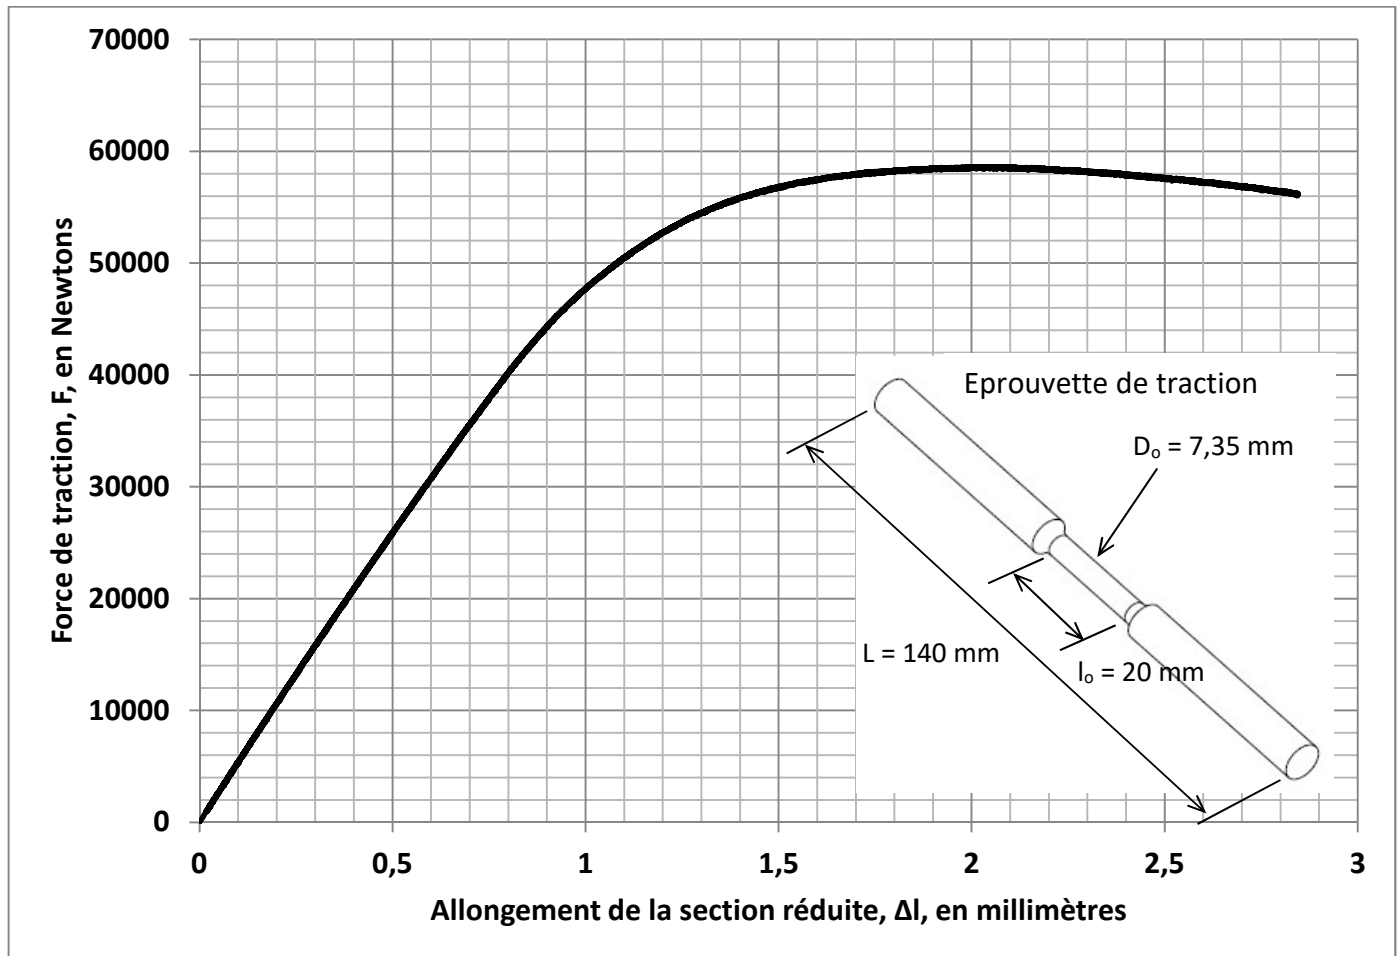

Figure 1 : Courbe force vs allongement lors d'un essai de traction
La figure 1 montre un graphique de la force (F) en fonction de l'allongement de la section réduite (Δl) obtenu lors d'un essai de traction sur une éprouvette cylindrique dont la géométrie initiale (avant l'essai) est précisée par un schéma en bas à droite. Le coefficient de Poisson du matériau éprouvé est 0,3. En vous servant de ces informations, répondez aux questions **a)** à **f)**.